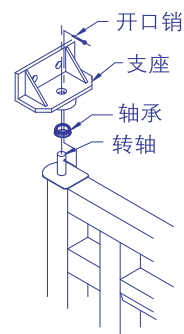
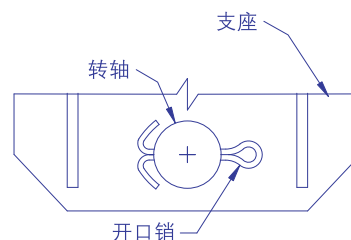

图2D. 安装上支座
图2E. 安装开口销
- 2.7 将上支座安装到悬臂上，并用螺栓固定到支撑结构上(图2D)。
- 2.10 将开口销分别装入上、下转轴中(图2D)，并折弯开口销(图2E)。
按照在(图2E)中所示，要将开口销绕转轴折弯。